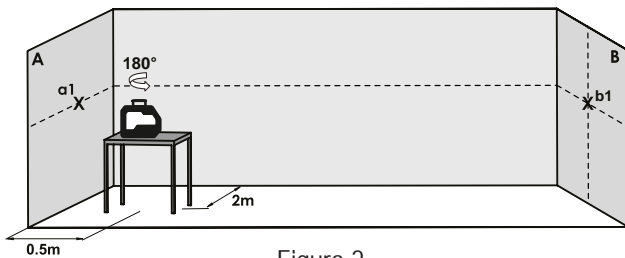

Figura 2
5. Gire el láser 180° hacia la pared **B** y marque el centro de las líneas cruzadas como **b1** en la pared (ver la figura 2).